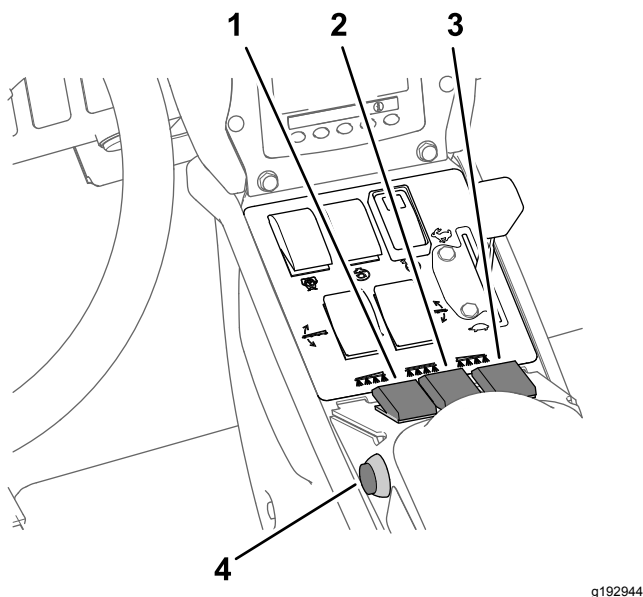

Bild 36
7. Stellen Sie die Sprühabschnittsschalter in die EIN-Stellung (Bild 36).
10. Fahren Sie mit der gewünschten Geschwindigkeit und stellen Sie den Hauptabschnittsschalter in die EIN-Stellung, um mit dem Sprühen zu beginnen (Bild 36).
3. Stellen Sie den Hauptabschnittsschalter in die AUS-Stellung, siehe Bild 36 in Sprühen im Dosierungsmodus (Seite 37).
7. Stellen Sie die Schalter der einzelnen Abschnitte nach Wunsch in die EIN-Stellung, siehe Bild 36 in Sprühen im Dosierungsmodus (Seite 37).
9. Fahren Sie mit der gewünschten Geschwindigkeit und stellen Sie den Hauptabschnittsschalter in die EIN-Stellung, um mit dem Sprühen zu beginnen, siehe Bild 36 in Sprühen im Dosierungsmodus (Seite 37).